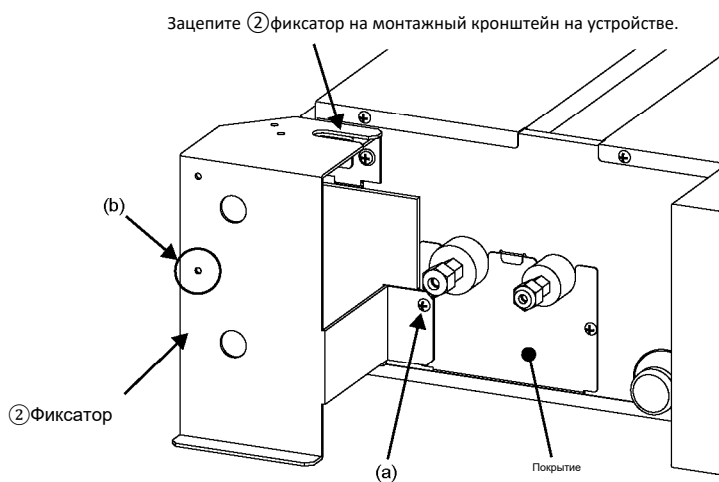

Рис. 1
(1) Отвинтите винт (а) на крышке блока, закрепите ② фиксатор над монтажным кронштейном на блоке и привинтите его к блоку с помощью винта (а). (Рис. 1)
(2) Временно вкрутите ⑦ винт в отверстие (b) на ② фиксаторе. (Рис. 1 и 2)